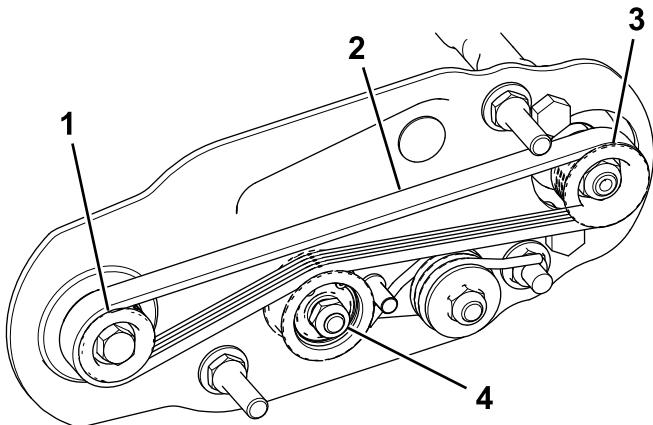

Figure 24
- Passez la courroie autour de la poulie d' entraînement puis sur le dessus de la poulie de tension (Figure 24).
- Commencez à installer la courroie sur la poulie menée (Figure 24).